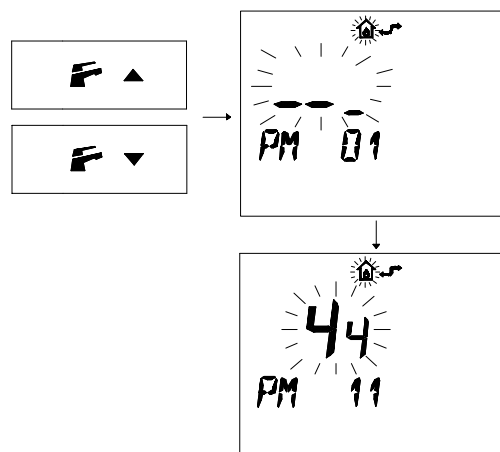

Figura 5.44
- Premere i pulsanti **⏏** o **⏏** per visualizzare la programmazione "**PM11**" della postcircolazione pompa (Figura 5.44).